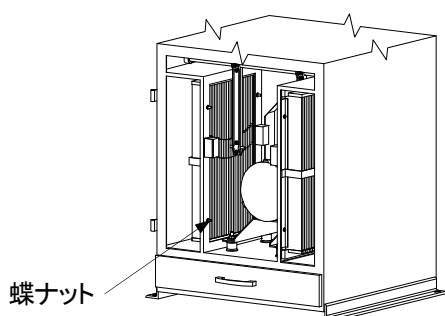
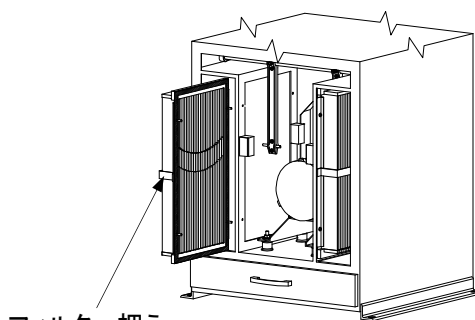

図 1
図 2
- ①パッチン錠を外して前扉を開けてください。
- ②フィルターは左右1個ずつ、図1のように取り付けています。
- ③蝶ナットをゆるめ(片側4ヶ)、蝶ナットとワッシャーと取り外します。
- ④フィルター押えとフィルターをセット状態のまま図2のように静かに外部へ引き出します。
- ⑤フィルター押えとフィルターを分離させます。
- ⑥フィルターの取付けは、上記と逆の手順で作業をおこなってください。